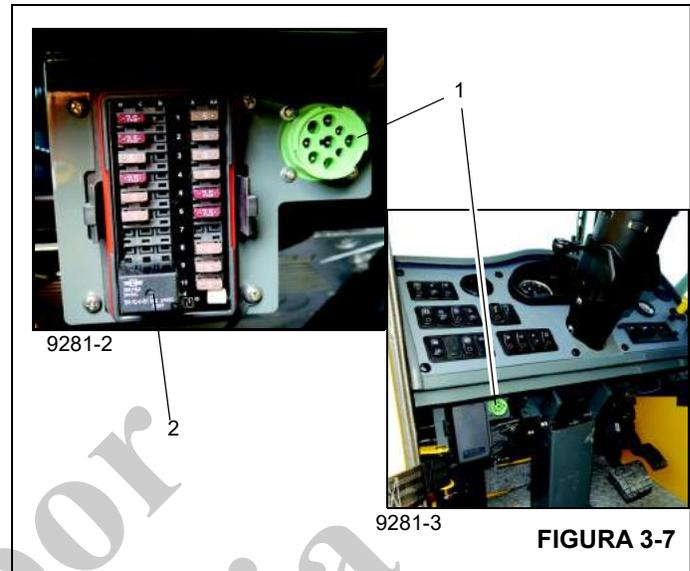

FIGURA 3-7
El conector de diagnóstico de 9 clavijas incorporado (1) (Figura 3-7) se encuentra debajo del panel de control de la cabina del carro, en el lado izquierdo del panel.
El panel de alimentación de la consola de la cabina del carro (Figura 3-8) contiene 1 relé (2), (Figura 3-7) y la caja de fusibles (Figura 3-7)